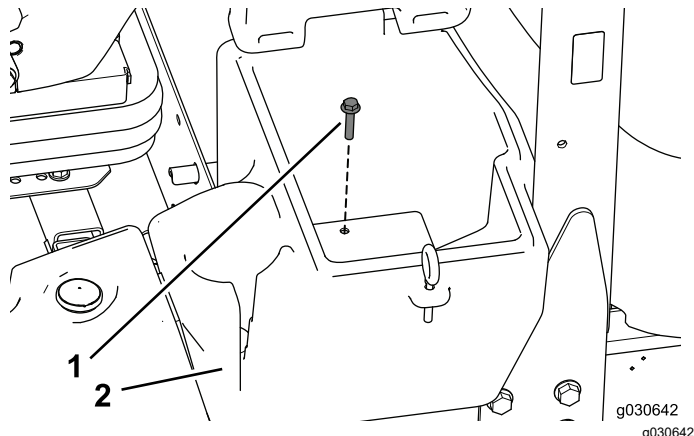

Figura 3
1. Retire e guarde o parafuso que prende o compartimento de armazenamento localizado no lado esquerdo da máquina (Figura 3).